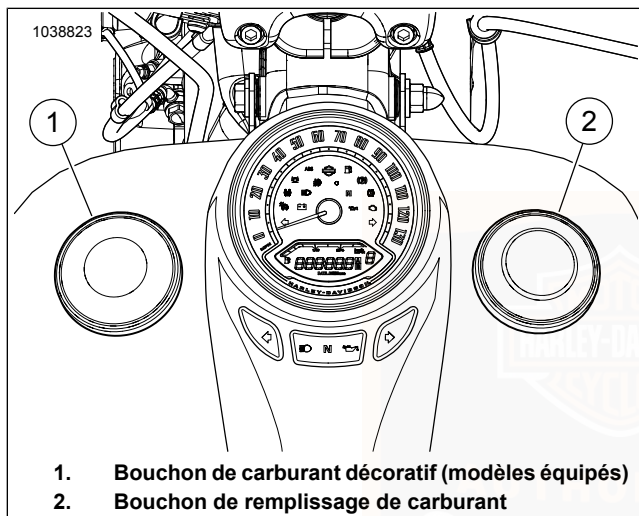

Figure 7. Réservoir de carburant
Voir Figure 7. Le bouchon de carburant décoratif (1) ne doit être déposé qu'en cas de besoin pour nettoyer la moto.
Voir Figure 7. Tourner le bouchon de remplissage de carburant (2) dans le sens antihoraire pour le déposer. Le bouchon tourne approximativement de trois quarts de tour avant de se desserrer.